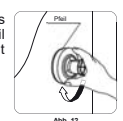

Abb. 12
11. Achten Sie darauf, dass das äußere Abgasrohr fest an der Wand sitzt. Sitzt es nicht fest genug, drehen Sie es erneut im Uhrzeigersinn (Abb. 12). Wenn der Pfeil am Flansch des äußeren Abgasrohrs nach oben zeigt, kann der Heizkörper mit einem Rohrgefälle von etwa 2° installiert werden.